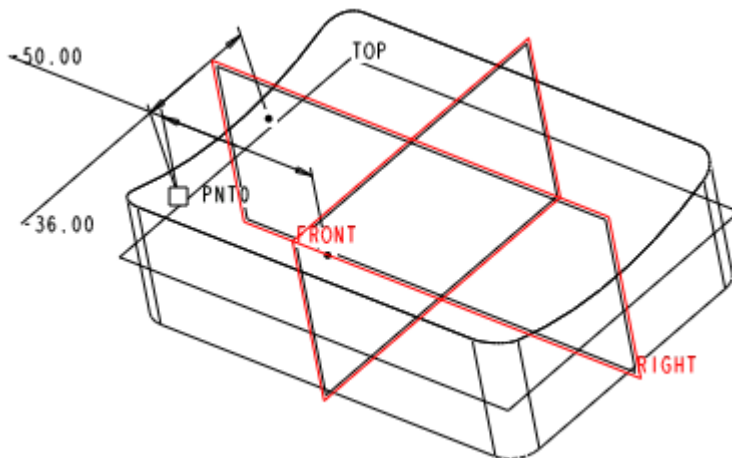

图 52-13
- (1) 单击 ，打开【基准点】对话框。选择建立的“截面圆顶”曲面为参照，选择 FRONT 基准面、RIGHT 基准面为偏移参照，如图 52-13 所示。